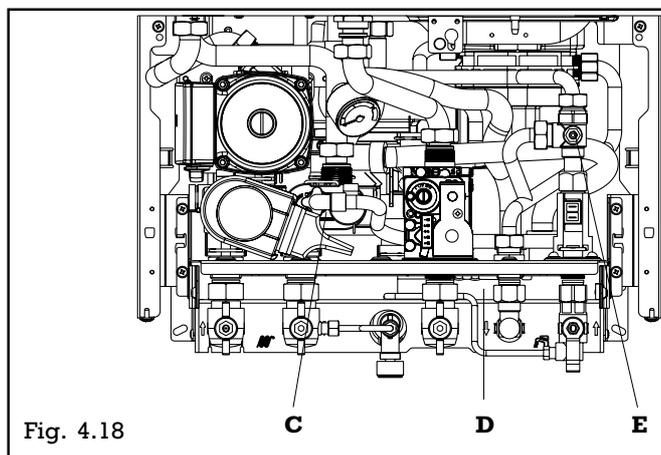

Fig. 4.18
- Dévisser le robinet de vidange de la chaudière (C) en maintenant en place le coude du flexible d'évacuation pour éviter qu'il se déboîte, l'eau s'écoulera par le collecteur d'évacuation (D) (fig. 4.18)